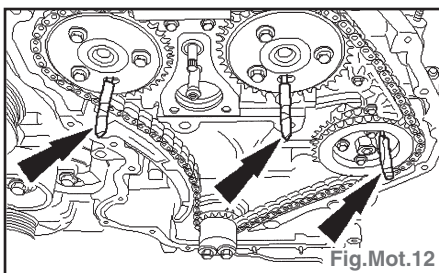

Fig.Mot.12
- Déposer les forets des orifices des pignons d'arbre à cames et de pignon de pompe d'injection (Fig.Mot.12).
- Contrôler le calage d'arbre à cames en insérant les forets de 6 mm dans les orifices des pignons d'arbre à cames et du pignon de pompe d'injection (Fig. Mot.12).